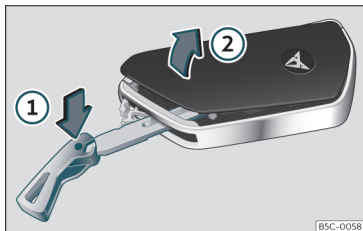

Fig. 68 Chiave del veicolo: aprire il coperchio del vano batteria.
- Introdurre lo spadino nella fessura >>> **fig. 68**, premendolo in direzione della freccia ① e sollevare il coperchio facendo leva ②.